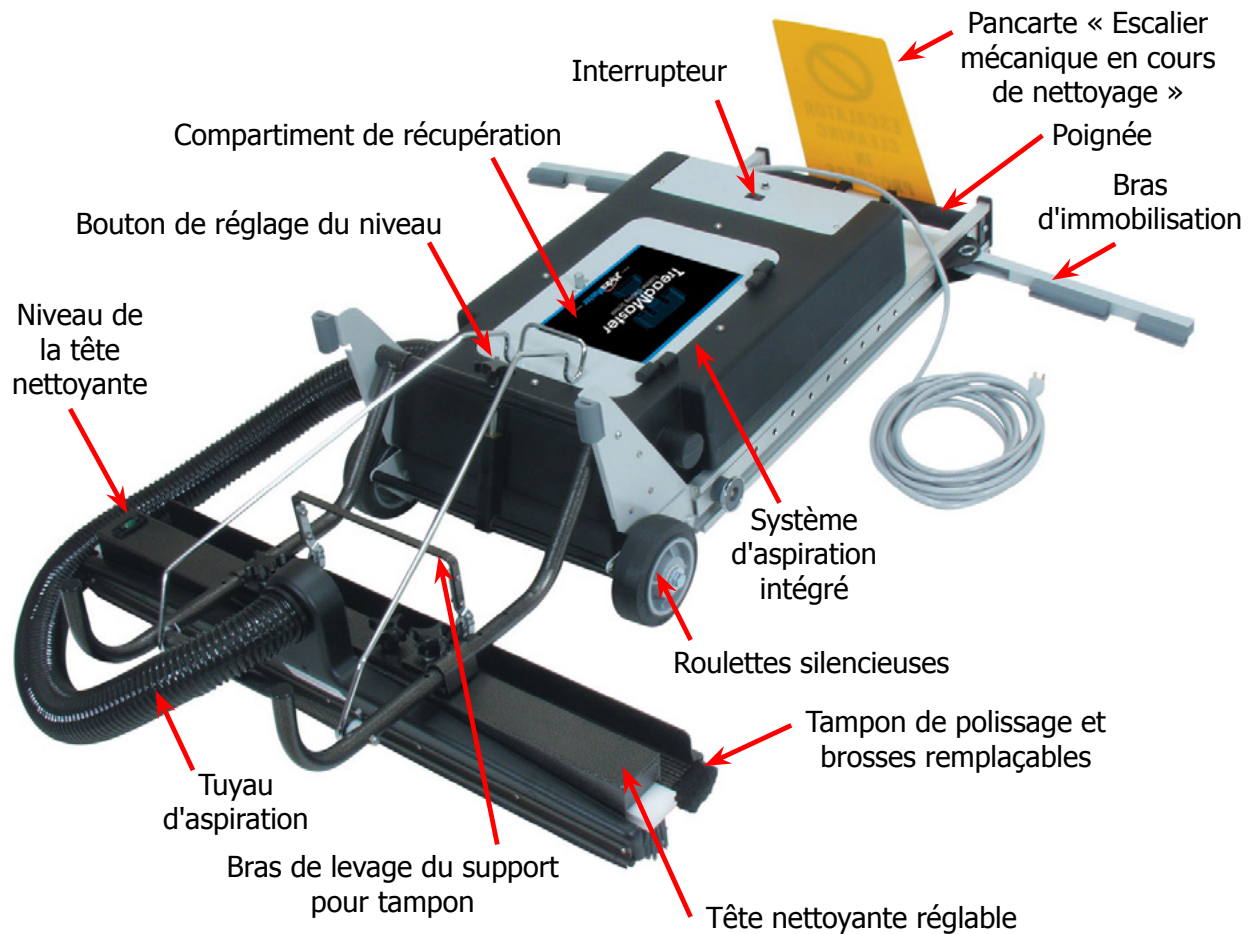

Figure 4. Composants de TreadMaster
Assurez-vous que la pancarte d'avertissement est bien visible à tout moment pendant le fonctionnement du TreadMaster comme indiqué dans la Figure 4. Toute personne qui tenterait d'utiliser l'escalier mécanique/le tapis roulant pendant les opérations de nettoyage serait exposée à des blessures corporelles.
6. Faire glisser les bras de retenue dans leur voie pour placer la tête de nettoyage par-dessus le plan de marche. Veuillez noter que la goupille à l'extrémité du bras rentrera dans l'un des trous dans la rainure. Verrouillant le bras en place. Prolonger les bras de retenue jusqu'en position de verrouillage complet (voir la Figure 4 et la Figure 5).
8. Utiliser le bouton de réglage du niveau pour assurer un bon contact avec la surface de marche (voir la Figure 4). Vérifier le niveau de la tête de nettoyage pour s'assurer que le réglage est approprié (voir Figure 4 et Figure 6).
5. Allumez l'interrupteur (voir Figure 4, en vous assurant une fois de plus que le sens du mouvement est écarté du TreadMaster.